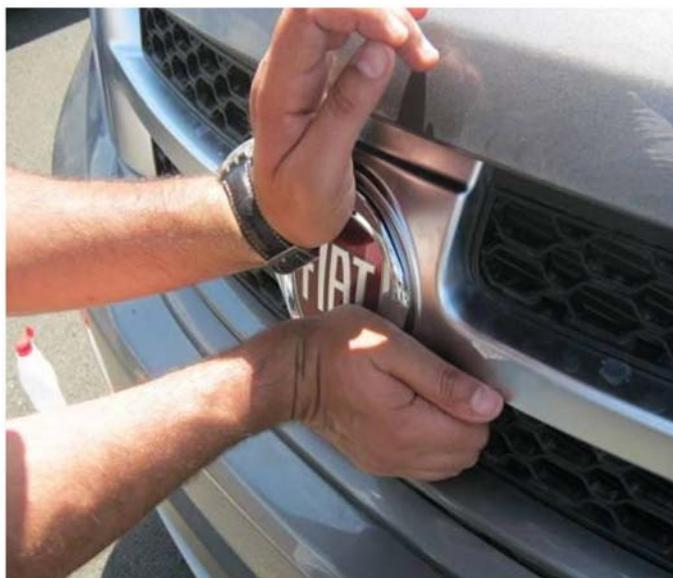

Fig. 6 Installare lo stemma
6. Installare il nuovo lo stemma premendolo con forza contro la vettura per circa 10 secondi (Fig. 6).